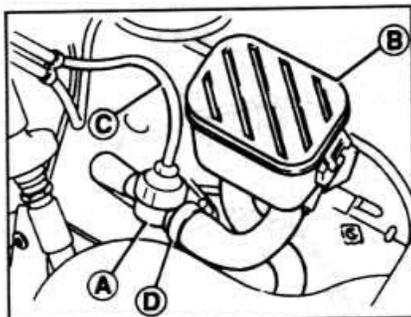

Рис. 4Е.24. Клапан пульсации воздуха на двигателях CVH.
- Отсоедините вакуумные шланги от клапана (см. рис. 4Е.24).